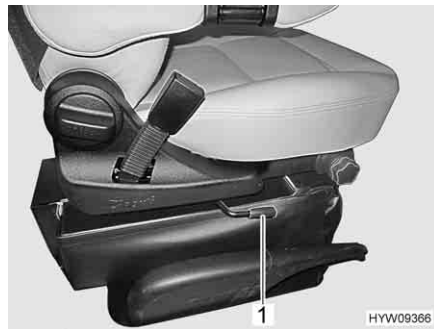

Fig. 75 Leva (rotazione del sedile)
- Tirare la leva (Fig. 75,1) verso l'alto per ruotare il sedile. L'arresto del sedile si sblocca.